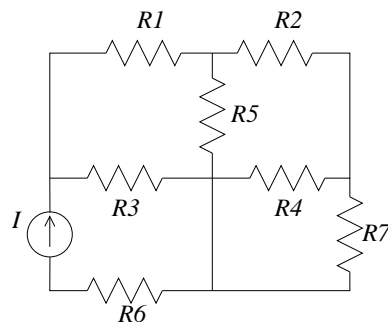

Figura 1.25: Circuito con fuente de corriente independiente
- ? ✓ 1.4 Plantee los mismos cálculos de la parte anterior para el circuito de la Figura 1.25. La siguiente es una lista de valores comerciales de resistencias de la serie de *tolerancia* 10% (E12): 10 12 15 18 22 27 33 39 47 56 68 82.15 Tome valores de resistencia de esta entre  $100 \Omega$  y  $9999 \Omega$  para los resistores  $R_1$  al  $R_7$ . Incluya el valor del error o *tolerancia* en sus cálculos. Por ejemplo, si toma un resistor de  $150 \Omega \pm 10\%$ , esto indica que el valor real de la resistencia está entre  $[135 \Omega, 165 \Omega]$ . ¿Cómo podría hacer sus cálculos tomando en cuenta la tolerancia? *Ayuda:* recuerde el cálculo de errores de sus cursos de Física y Cálculo.